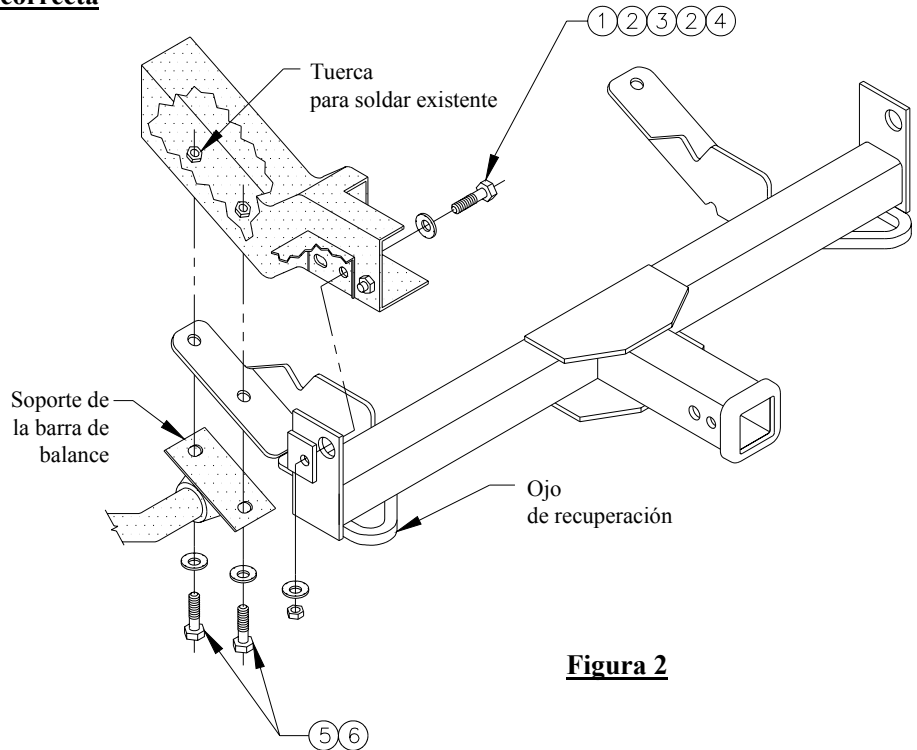

Figura 2
4. Levante el receptor a su posición y vuelva a unir los soportes de la barra de balance colocando el receptor entre el bastidor y el soporte de la barra de balance como se muestra en la figura 2.
5. Una los tornillos delanteros como se muestra en la figura 2.